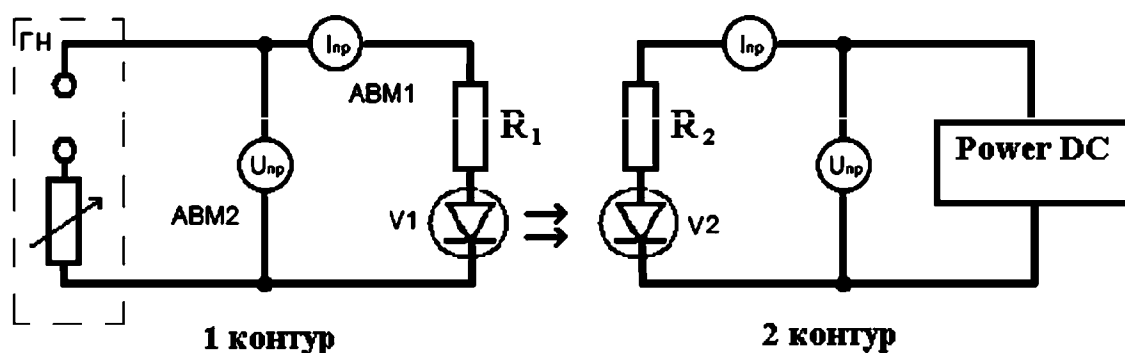

Рис. 2.42. Схема для исследования оптической пары
1. Установить на лабораторном стенде плату № 10 из рабочего комплекта, произвести сборку электрической схемы (рис. 2.42) оптической пары с помощью соединительных проводов. Инфракрасный светодиод устанавливается на дополнительную колодку с коммутационными гнездами. Фотодиод устанавливается на плату стенда.